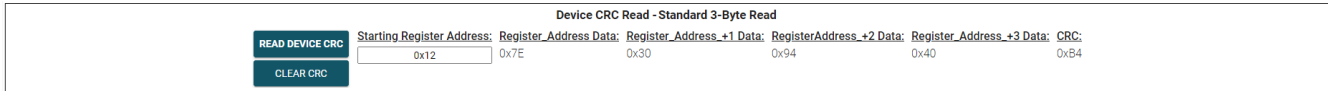
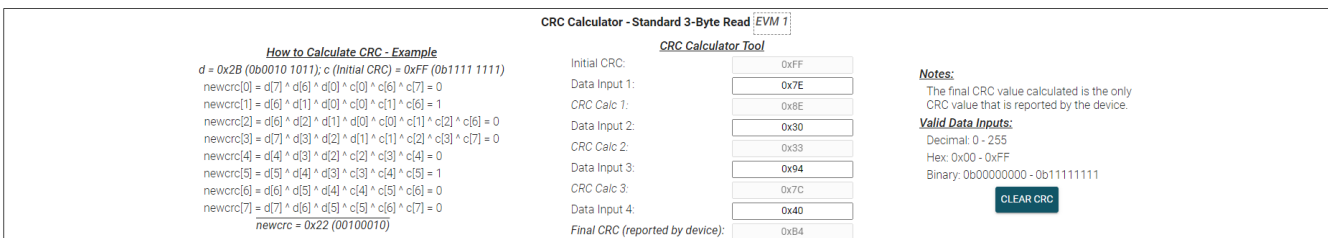

图 3-19. 器件 CRC 读取 - 标准 3 字节读取
图 3-21. 最终 CRC 计算结果
- b. 按下 **Read Device CRC** 按钮以读取 4 个字节的数据以及 CRC 字节 (参阅下面的图 3-19)。
- b. 对于此示例，器件从图 3-19 读取的数据将用于验证器件读回的 CRC。
- ii. 将器件读回的其余数据输入 **Data Input** 框中 (参阅下面的图 3-21)。 **Final CRC (reported by device)** 所示的值应与图 3-19 中所报告的 CRC 字节相同。